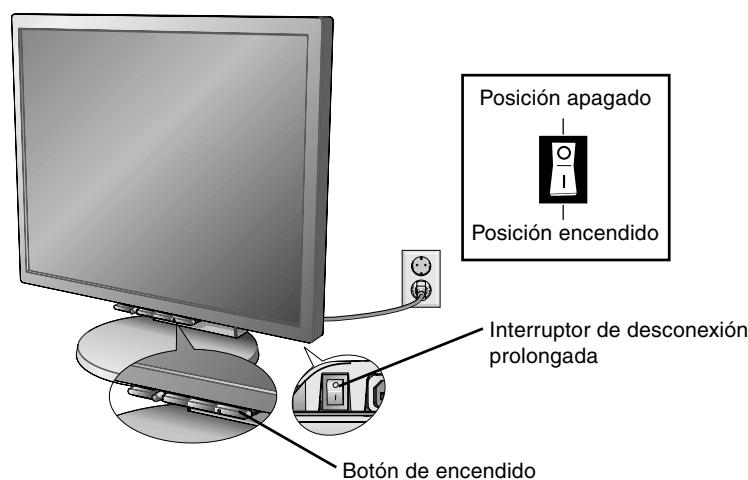

Figura E.1
10. Conecte el cable de alimentación a la toma de corriente (**figura E.1**).
11. El interruptor de desconexión prolongada que hay en la parte trasera del monitor debe estar encendido (**figura E.1**).